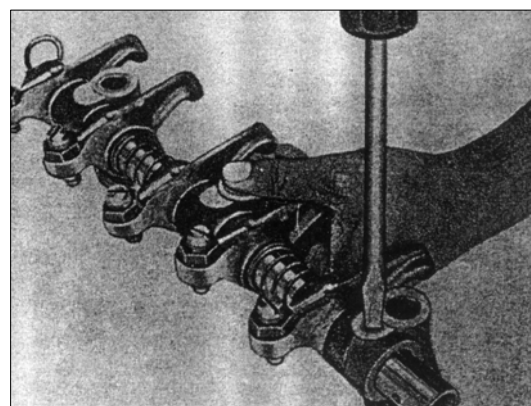

РИС. 61
- 5) Выкрутите винт без головки с пазом под отвертку, удерживающий ось коромысла во внутренних кронштейнах и выньте кронштейны, оси коромысел клапанов, пружины коромысел и пружинную защёлку (рис. 61).